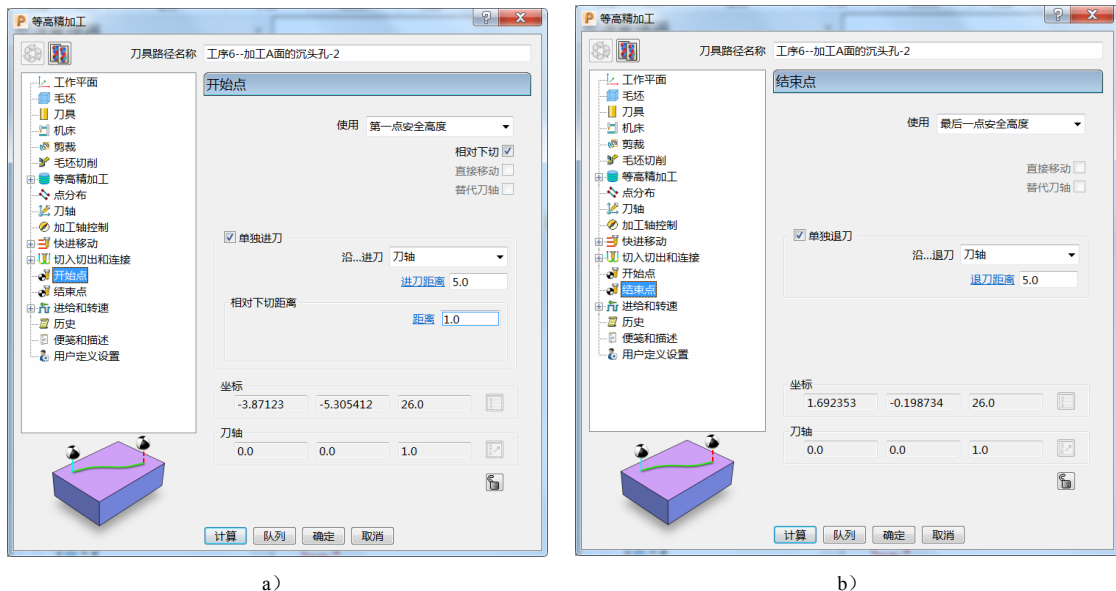

图 6-56
8) 开始点和结束点: 开始点选择“第一点安全高度”, 结束点选择“最后一点安全高度”。勾选“相对下切”“单独进刀”及“单独退刀”, 设定进刀距离“5.0”、相对下切距离“1.0”、退刀距离“5.0”, 沿刀轴进刀与退刀。(图 6-56)